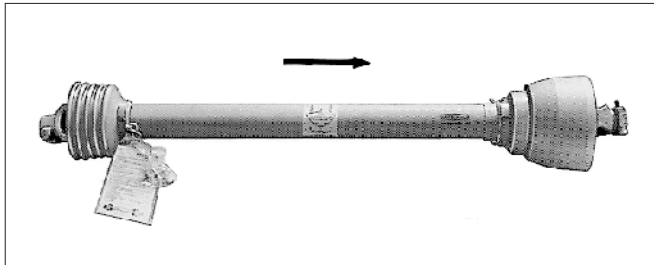

Fig. 4.12
1. Vidvinkelaxel WWE 2300-SD15-1010 (bild 4.12),